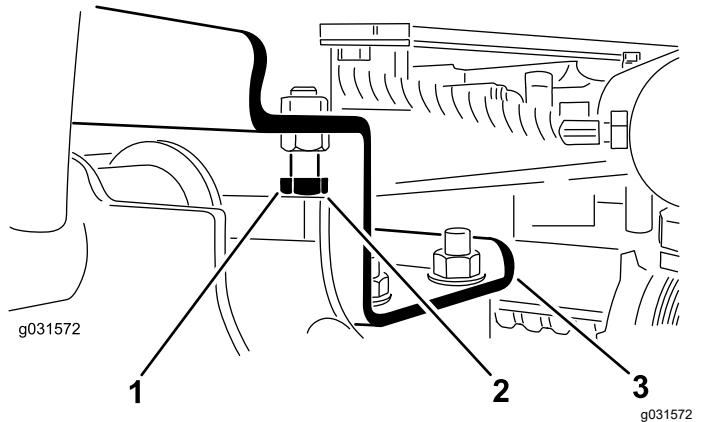

Bild 12
- A. Drehen Sie die Anschlagschrauben heraus (Bild 12).
2. Stellen Sie sicher, dass der Abstand zwischen jedem Hubarm und der Anschlagschraube zwischen 0,13 mm und 1,02 mm liegt, siehe (Bild 12).